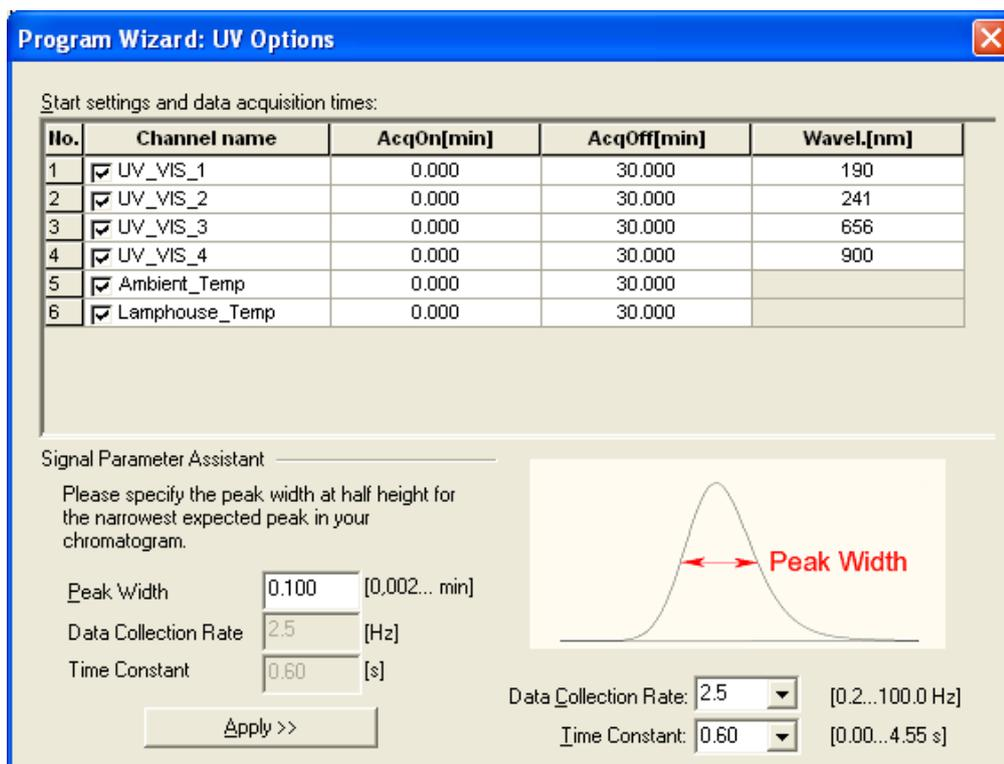

Abb. 26: Seite UV Options im Programmassistenten
- Ausgehend von dem Wert, den Sie für die Peakbreite bei halber Peakhöhe vorgegeben haben, berechnet der Programmassistent in Chromeleon die Datenaufnahmerate und die dazu passende Zeitkonstante automatisch (→ Abb. 26, Seite 79).
Ausgehend von dem Wert, den Sie für die Peakbreite bei halber Peakhöhe vorgegeben haben, berechnet der Programmassistent in Chromeleon die Datenaufnahmerate und die dazu passende Zeitkonstante automatisch (→ Abb. 26, Seite 79).